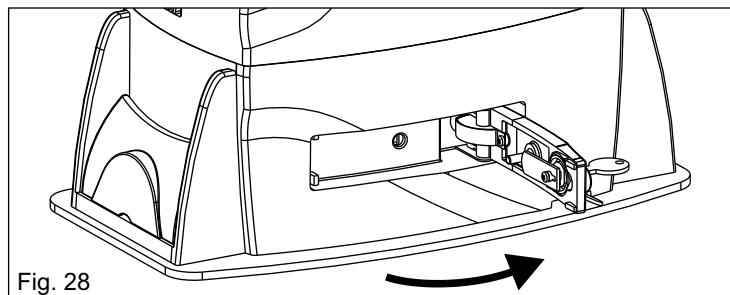

Fig. 28
- Tirar la palanca de desbloqueo hasta el golpe, 90° alrededor (Fig. 28).